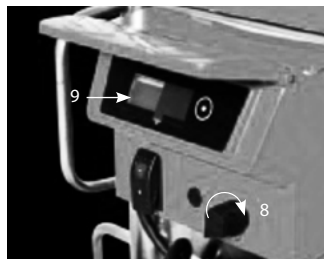

Рис. 11
3. Увеличьте число оборотов двигателя, повернув регулятор давления «8» (Рис. 11) на ½ по часовой стрелке.